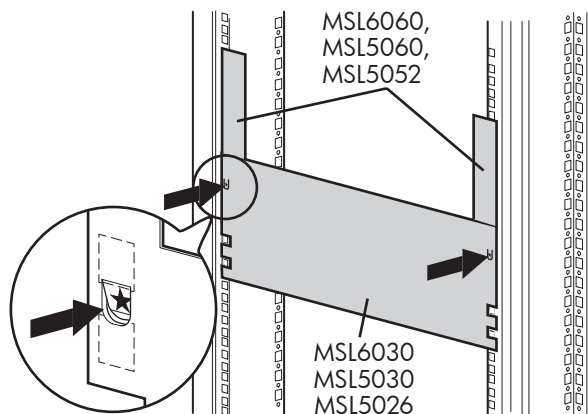

図 12: ライブラリの テンプレート (図では 9000 ラック エンクロージャを示しています)
2. テンプレートを取り外して、付属のファスナを使ってレールを取り付けます (図 12 を参照)。レール正面側のブラケットは、引き出して、直接ネジを挿入します。背面側のブラケットは、引き出せません。また、このブラケットを固定するには、ラック エンクロージャの背面の垂直レールにケージ/クリップ ナットを取り付ける必要があります。